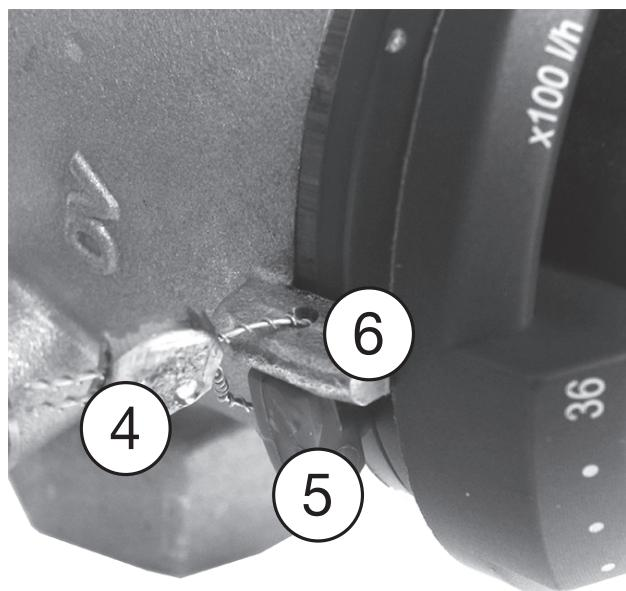

Fig. 12: Bloqueo de los ajustes predefinidos
- 1 Retire el anillo de bloqueo (3).
- 2 Pulse y gire el volante (2) hasta que la marca de valor de ajuste (1) señale el valor de flujo deseado (el volante vuelve a encajar en el dentado).
- 3 Vuelva a insertar el anillo de bloqueo (3).
El anillo de bloqueo (5) también puede sellarse con el juego de sellado (4) (accesorio, n.º de art. 1089091) en la marca de valor de ajuste (6)(véase Fig. 12)